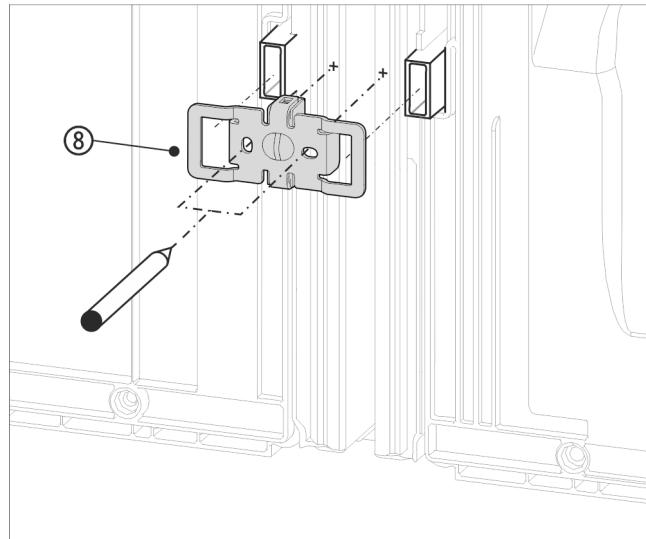

Fig. 17 Zobrazení příkladu
- Úhelník Fig. 17 (8) zasuňte vybráním přes úchyt pro vymezovací odstup od stěny.